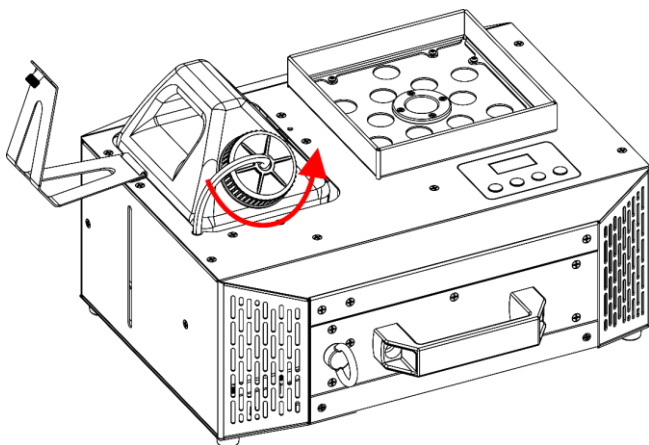

Abb. 30
- 04) Schrauben Sie den Deckel des Flüssigkeitstanks ab, wie in Abb. 30 gezeigt.